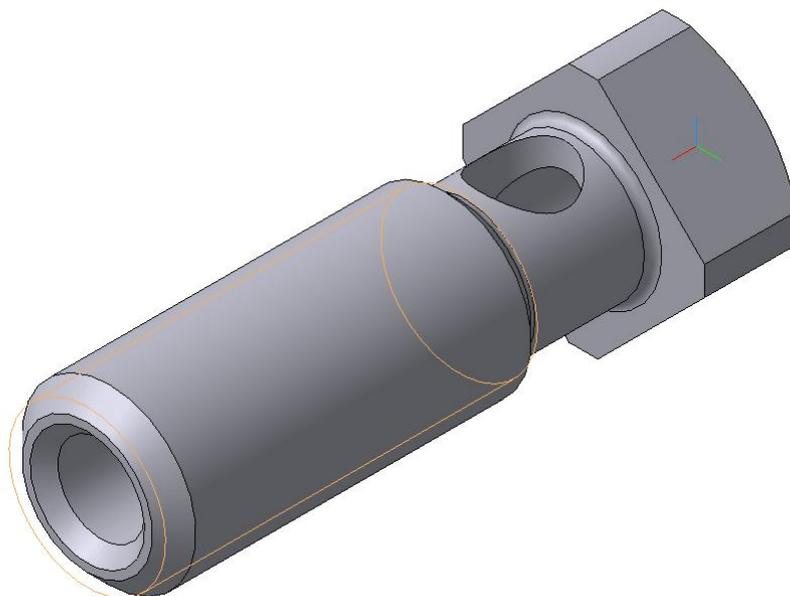

Рис. 102
4. Для построения отверстия $\varnothing 10$ выделите в дереве построения плоскость XY, выберите ориентацию **Нормально к ...**. Нажатием кнопки **Эскиз**  перейдите в режим редактирования эскиза и постройте окружность с параметрами: $R5$, координаты центра (20, 0). Завершите работу в режиме редактирования эскиза, нажав кнопку **Эскиз** , и выполните команду **Вырезать выдавливанием**  с параметрами: два направления, через все (для двух направлений), тонкой стенки нет. **Создать объект** , рис. 102.